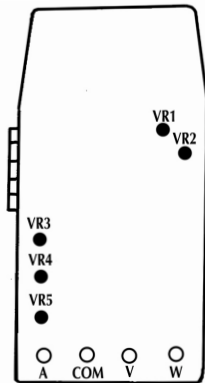

Fig 1
2. Réglez VR3 jusqu'à ce que la valeur affichée soit égale à "0" (référez-vous à la Fig 1)